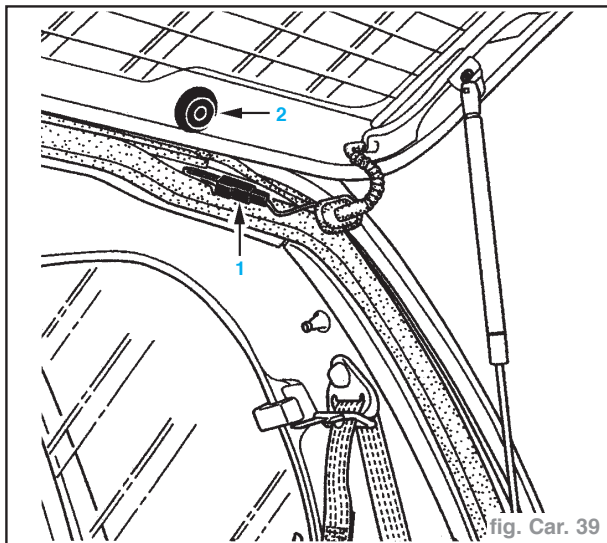

fig. Car. 39
- Déconnecter les fils de dégivrage (1) (fig. Car. 39).
- les vis (2),